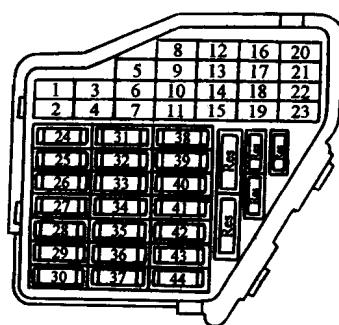

图 1-1 熔丝布置图
(1) 熔丝 12、28、29、32 和 34 必须正常，如图 1-1。
(2) 蓄电池电压至少为 11.5V。
(3) 在发动机架右侧和车身搭铁处连接正常。